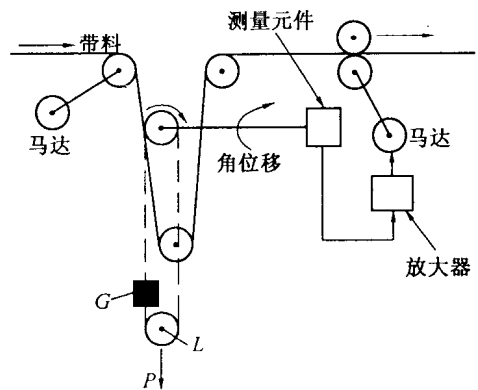

图 1.7 张力控制系统原理图
**例 1.3** 图 1.7 所示为一张力控制系统,当送料速度在短时间内突然变化时,试说明系统的工作原理。
**解** 如图 1.7 所示,当给定参考输入一定时,送料速度为某一要求的数值,这时测量头的重锤  $G$  与动滑轮  $L$  等组成的系统受力平衡。因为重锤的重力  $G$ 、动滑轮的重力  $P$ 、带料的张力之间受力平衡,测量轴无角位移,系统处于平衡状态。